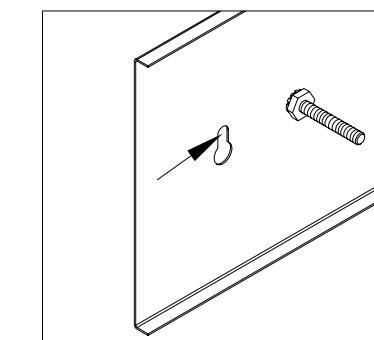

Figure 2
3. On Backplate (1), determine required holes for mounting to junction box and remove knock outs.
4. For additional support, secure Backplate (1) to wall with enclosed Wood screws (3) and Anchors (2).
5. To mark location of support screws- align holes in backplate to holes on junction box. In center of Keyhole slots, place pencil mark for hole location- See Fig. 2
3. En la placa trasera (1), determine los agujeros requeridos para montar a la caja de alambrado y quite los KO'S.
4. Para soporte adicional, asegure la placa trasera (1) a la pared con los tornillos de madera (3) incluido y anclajes (2) incluidos.
5. Para marcar la localización de los tornillos de soporte – alinee los agujeros en la placa trasera a los agujeros en la caja de ensamblaje. En el centro de ranuras del "keyhole", marque con un lápiz la localización del agujero – Vea Fig. 2.